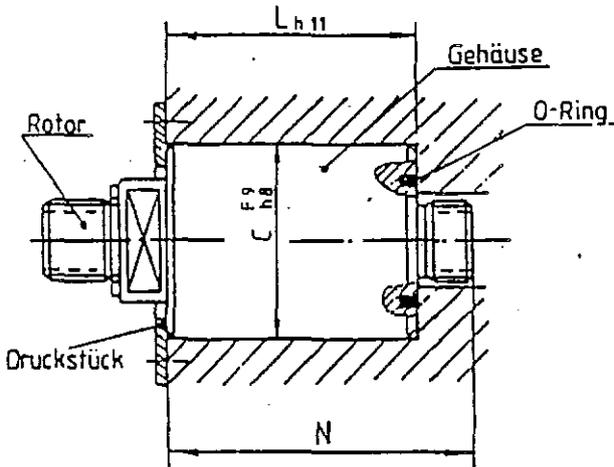
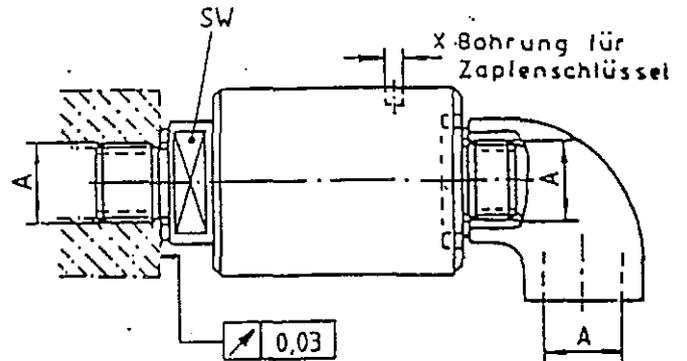

Abb. 1
Abb. 2
- a) Der Einbau in eine Wellenbohrung nach Abb. 1 ist zu bevorzugen; der Anschluß der Leitung erfolgt dann am Rotor. Bei Anordnung nach Abb. 2 ist für schlagfreien Lauf der Öleinführung zu sorgen; d. h. die Planlaufabweichung an der Wellenstirn sollte 0,03 mm nicht übersteigen.